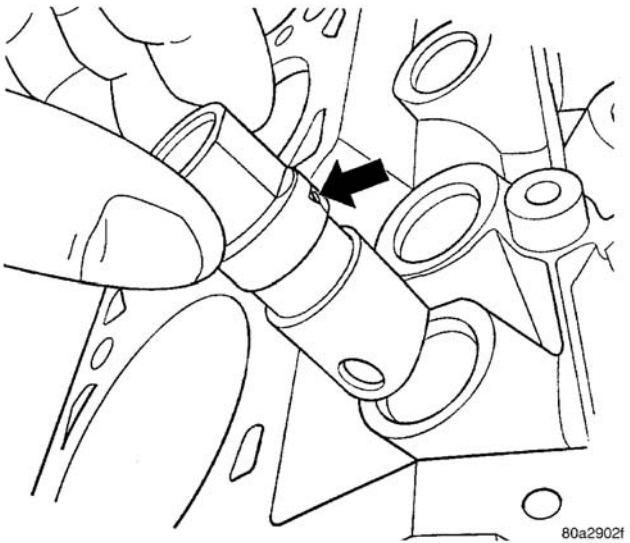

图 72 挺柱润滑孔
附注：将挺柱置于缸径中，润滑孔要向上（图 72）。
- （2）安装液压挺柱，润滑孔向上朝向缸体中部（图 72）。若重新使用，将挺柱安装在原来的位置。